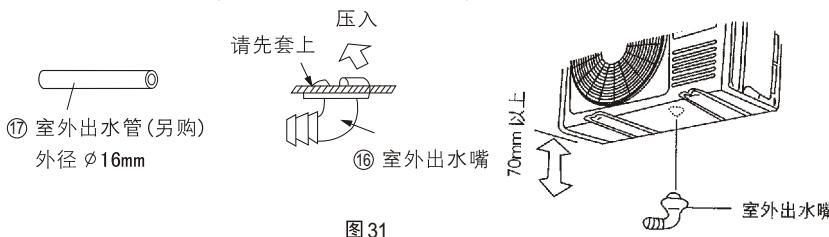

图31
2 欲利用出水孔将冷凝水导出时,请依图31所示将附件⑯ 室外出水嘴安装在底盘上的孔中,再套上附件⑰ 室外出水管(另购),使之朝向最合适的位置。